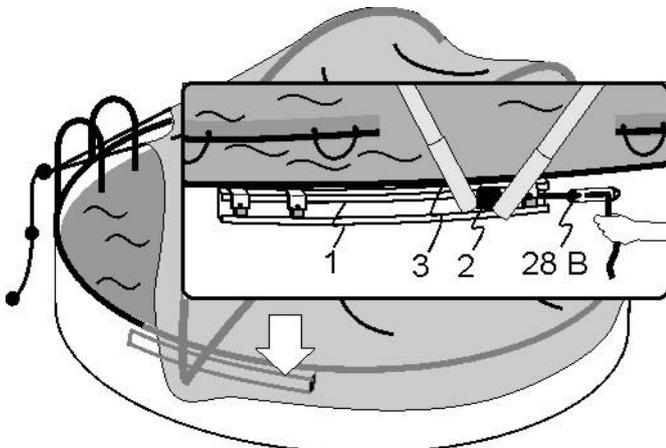

Abb. 7.3
- Das Seil (4) am Schieber (2) an dem Spanner (28/B) einklemmen um ein Verrutschen des Schiebers (2) während des Aufziehens zu verhindern. (Abb. 7.3)
- Mit dem Zugseil (18) den Dome aufziehen und das Zugseil an die Einsteigsleiter anhängen.